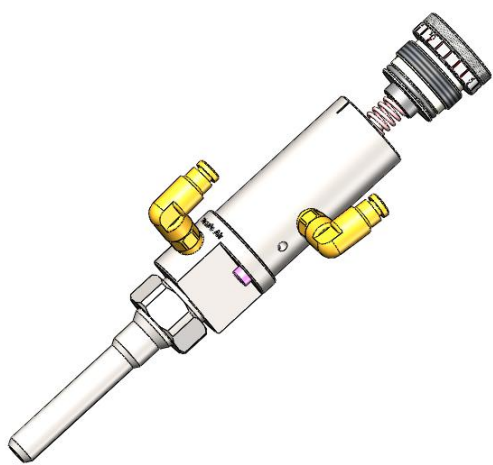

图 9.1
- 1、将行程调节组件沿逆时针方向旋转取下，如图 9.1 所示；阀体与行程调节组件之间的弹簧随之取下；